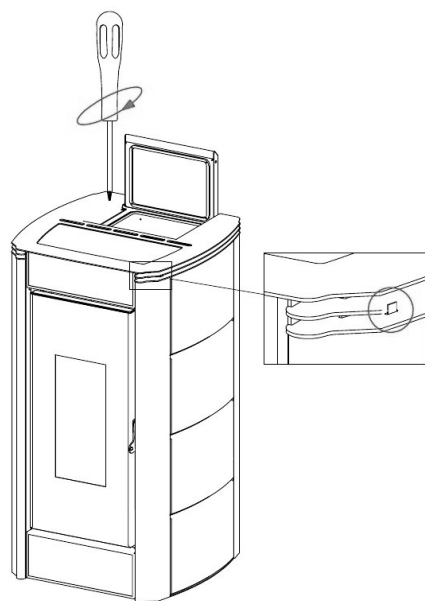

Fig. 37 - Posicionar a tampa
- Reposicionar a tampa centralizando os respetivos dentes (ver **Fig. 37**).